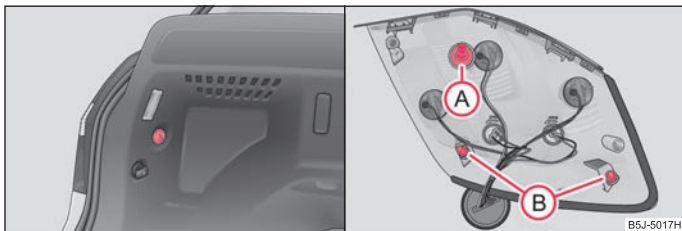

Abb. 171 Heckleuchteneinheit ausbauen / Heckleuchteneinheit einbauen
- Halten Sie mit einer Hand die Heckleuchteneinheit fest und schrauben Sie mit der anderen Hand die Kunststoffmutter ab ⇒ Abb. 171.
- Für den Wiedereinbau setzen Sie zuerst die Heckleuchteneinheit mit der Schraube (A) in die Öffnung der Karosserie ein ⇒ Abb. 171 rechts.
- Drücken Sie die Heckleuchteneinheit vorsichtig in die Karosserie so ein, dass die Bolzen (B) in die Aufnahmen der Karosserie eingreifen.
- Halten Sie mit einer Hand die Heckleuchteneinheit fest, schrauben Sie mit der anderen Hand die Mutter auf und ziehen Sie diese fest ⇒ Abb. 171.